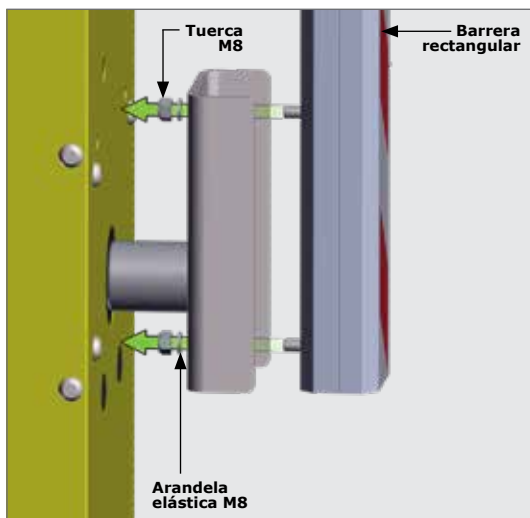

FIGURA 21
28. Fije la barrera rectangular al enganche como se muestra en la Figura 21.